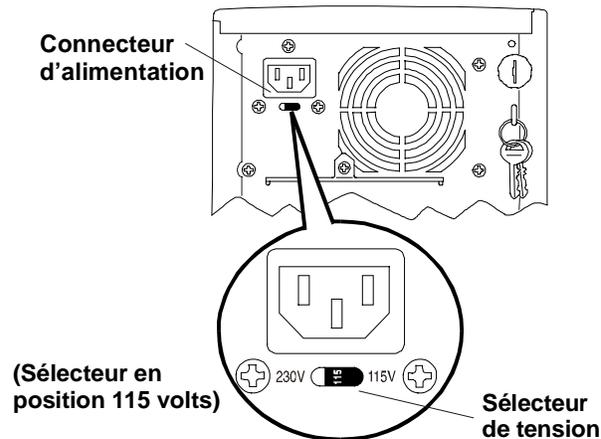

Figure 2-4. Sélecteur de tension d'entrée
1. Assurez-vous que le sélecteur de tension est correctement réglé sur la tension d'entrée avant de brancher le cordon d'alimentation sur le secteur. Reportez-vous à la figure 2-4.
2. Assurez-vous que le cordon d'alimentation du HP Server est connecté à une source d'alimentation électrique. Reportez-vous à la figure 2-4.